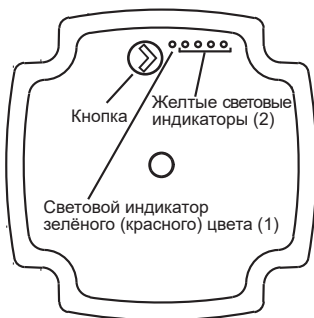

**Рис. 13** Панель управления с кнопкой и пятью световыми индикаторами
Если насос обнаружит неисправность, световой индикатор (1) (см. рис. 13) изменит цвет с зеленого на красный. При этом световые индикаторы (2) (см. рис. 13) будут указывать неисправность согласно разделу 16. *Обнаружение и устранение неисправностей.*
Выбрать режим работы насоса можно с помощью кнопки на панели управления, см. рис. 13. Каждое нажатие на кнопку устанавливает следующий режим работы. Световые индикаторы на панели управления отображают установленный режим работы.